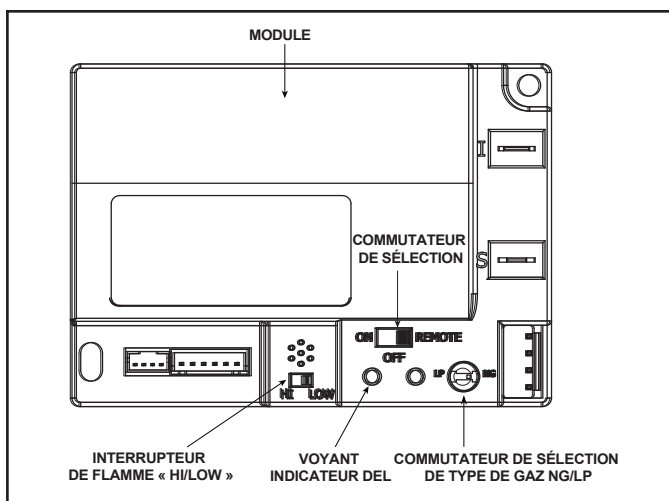

Figure 3.6 Module de commande
Les modèles NEVO3630I-B/NEVO4236I-B ont un taux de combustion variable contrôlé par le bouton « HI/LO » du module de commande. La hauteur de la flamme peut ainsi être ajustée. Le bouton « HI/LO » est montré à la figure 3.6. Il se trouve dans la cavité de contrôle de l'appareil.
1. Le module de commande est muni d'un commutateur de sélection ON/OFF/REMOTE qui doit être réglé. Voir la figure 3.6.
2. Si un interrupteur mural câblé est utilisé quand le module est en mode REMOTE, la hauteur des flammes peut être réglée au moyen du commutateur de sélection HI/LO du module. Voir la figure 3.6. Notez que le commutateur de sélection de flamme « HI/LO » sera désactivé une fois la télécommande optionnelle (RC200/RC300) programmée au module de commande. Notez que le module de commande allumera toujours le foyer à « HI » et conservera ce réglage pendant les 10 premières secondes de fonctionnement. Si le commutateur HI/LO est en position LO, la hauteur de flamme se réglera automatiquement au minimum après 10 secondes. Une fois ces 10 secondes écoulées, la hauteur de la flamme peut être ajustée entre ÉLEVÉ et BAS au moyen du commutateur.
- Localisez le module du commutateur de sélection. (Voir la figure 3.6.)
- Attendez cinq (5) minutes que les gaz potentiels se dissipent.